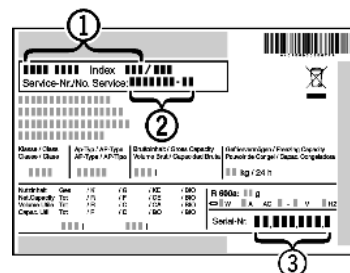

Fig. 13
- Označení přístroje *Fig. 13 (1)*, servisní číslo *Fig. 13 (2)* a sériové číslo *Fig. 13 (3)* naleznete na typovém štítku. Identifikační typový štítek je umístěn na levé vnitřní stěně přístroje.
- Informujte zákaznický servis a sdělte poruchu, označení přístroje *Fig. 13 (1)*, servisní číslo *Fig. 13 (2)* a sériové číslo *Fig. 13 (3)*.